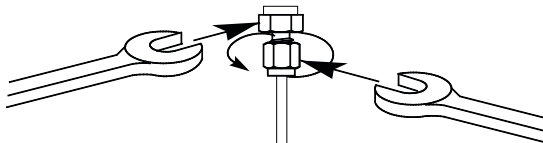

図 11 最終の締め付け
- 8 1/8 インチ (3.175 mm) Swagelok フィッティングには、7/16 インチ (1.111 cm) のスパナ 2 本を使用し、フィッティングを 3/4 回転締めます (図 11)。
1/4 インチ (6.350 mm) フィッティングには、9/16 インチ (1.429 cm) のスパナ 2 本を使用し、1-1/4 回転締めます (図 11)。